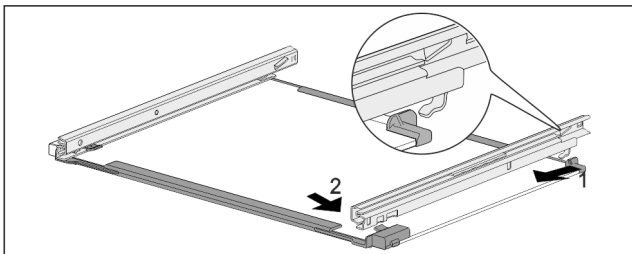

Fig. 134 Üveglap sínekkel
- ▶ Akassza be hátul a sínt. Fig. 134 (1)
- ▶ Elöl pattintsa be a sínt. Fig. 134 (2)